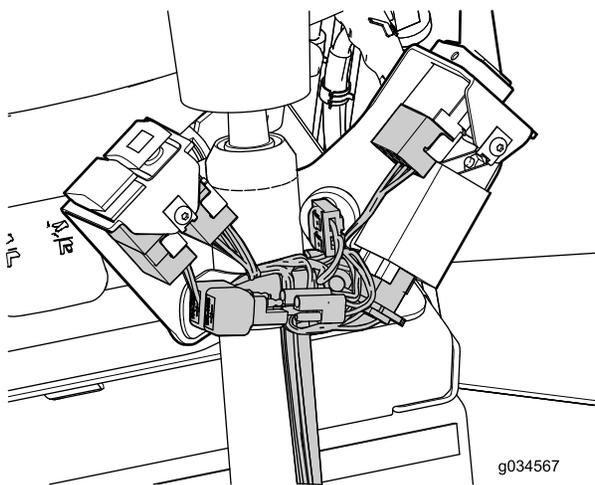

**Figura 20**
- Recorte una muesca en forma de U en el carenado (Figura 20).